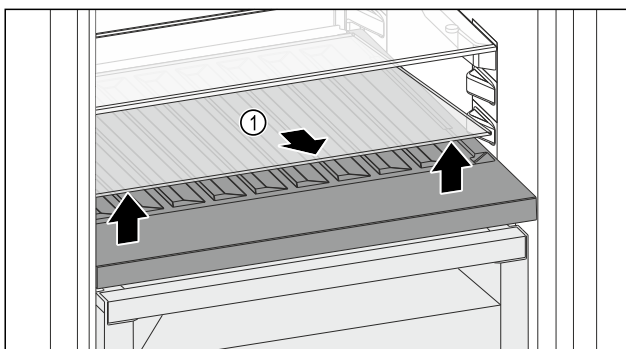

Fig. 144
- ▶ Glasplatte Fig. 144 (1) an der Aussparung vorne anheben und herausnehmen.
- ▶ Glasplatte Fig. 144 (1) außerhalb des Geräts sicher aufbewahren.